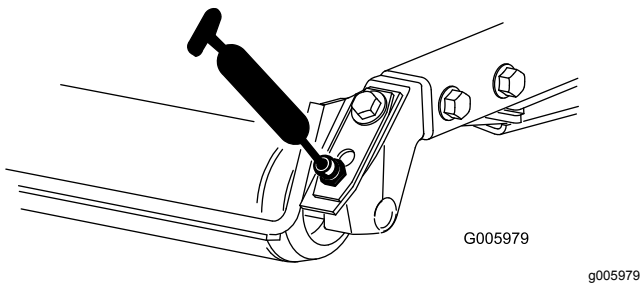

図 80
- ^{図 80}に示す、後ローラのベアリングカッティングユニット 1 台に 2ヶ所